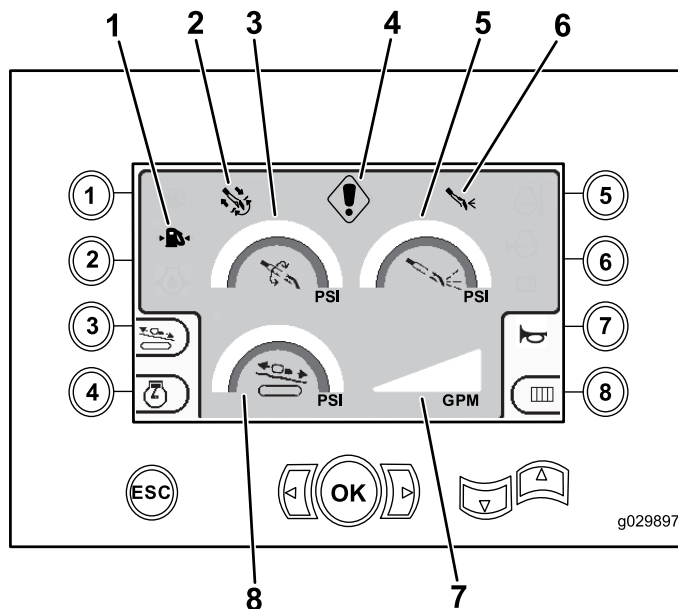

Рисунок 2
Этот экран показывает измеренные значения давления на вращающемся элементе в дюймах (ман.), давления бурового раствора в дюймах (ман.) и расхода бурового раствора в галлонах в минуту (Рисунок 2).
- Предупреждение с кодом ошибки для процесса бурения и (или) двигателя (Рисунок 2)
- Предупреждение о низком уровне топлива (Рисунок 2)
- Подача бурового раствора ВКЛЮЧЕНА (Рисунок 2)
- Режим автоматического бурения ВКЛЮЧЕН (Рисунок 2)